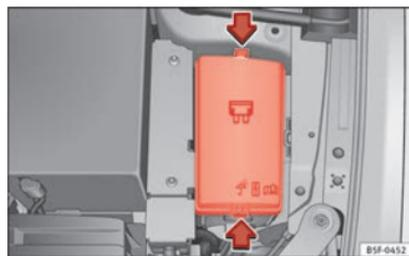

Fig. 101 Dans le compartiment moteur : cache du boîtier de fusibles.
• Appuyez sur les languettes de verrouillage pour déverrouiller le cache de la boîte à fusibles »» fig. 101.